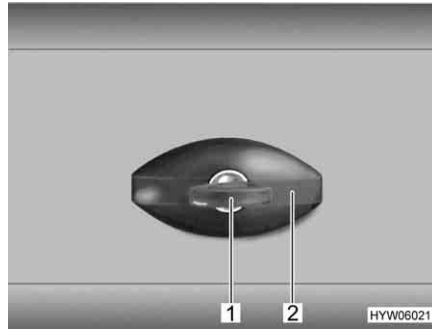

Fig. 45 Serratura dello sportello, ellittico, chiuso
- Inserire la chiave nel cilindro della serratura (Fig. 45,1) e ruotare in senso antiorario di un quarto di giro. La maniglia della serratura (Fig. 45,2) scatta all'infuori.